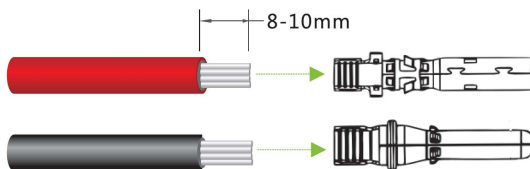

Figura 4-15 Decapagem de fios CC
- Verifique a polaridade antes de terminar os cabos CC das strings fotovoltaicas de acordo com as seguintes etapas, conforme mostrado na figura 4-15 :